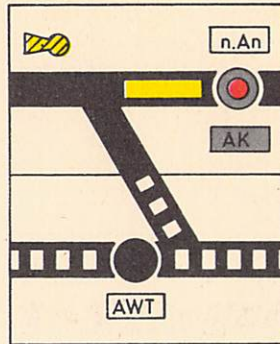

Bild 62
- (1) Soll eine eingeschlossene Bedienungsfahrt die Ausweichanschlußstelle wieder verlassen, ist nach § 13 Abs. 1. bis 5 zu verfahren. Nach der Anforderung der Schlüsselfreigabe blinkt der Schlüsselfreigabemelder gelb, der Anschlußkennungsmelder bleibt dunkel (vgl. Bild 62). **Verlassen der Ausweichanschlußstelle**